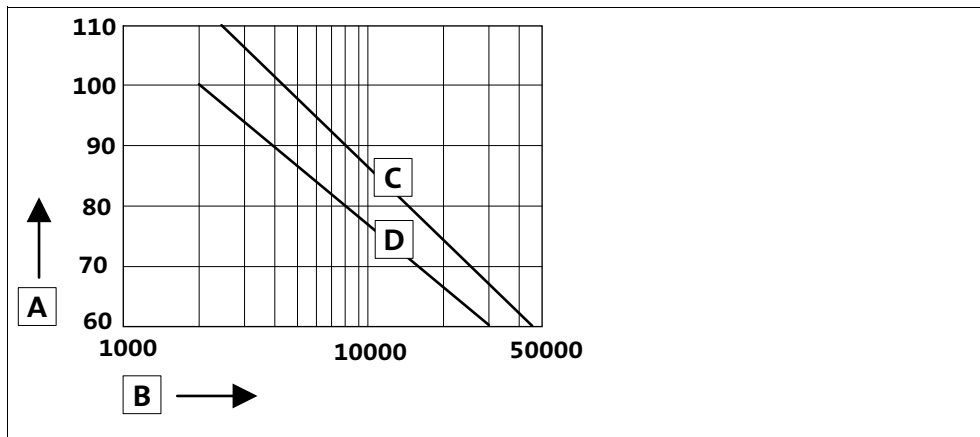

Abb. 11 Schmierstoffdiagramm
- Der Schmierstoffwechsel ist von der Schmierstofftemperatur abhängig, siehe Abb. 11.